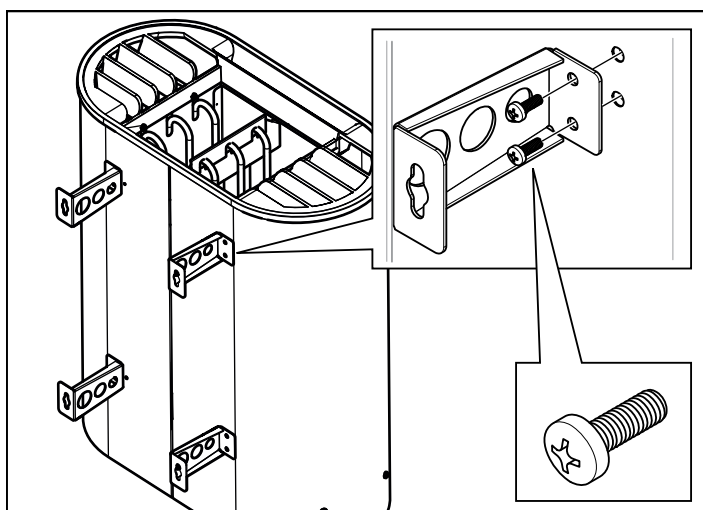

Рисунок 7: Крепление кронштейнов на устройстве
5. Крепление кронштейнов на устройстве (см. Рисунок 7, страница 19).